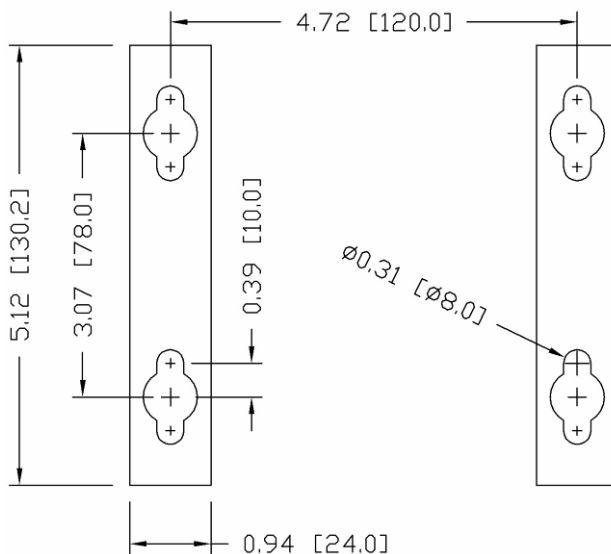

Abbildung 2-23: Montagelochmuster
4. Die Position der Montagelöcher gemäß den in Abbildung 2-23 gezeigten Abmessungen auf der vertikalen Oberfläche markieren.